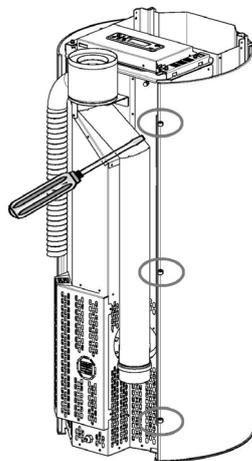

Fig. 72 - Schrauben lösen
- Die hinteren Schrauben der Seiten festziehen (siehe Fig. 72).